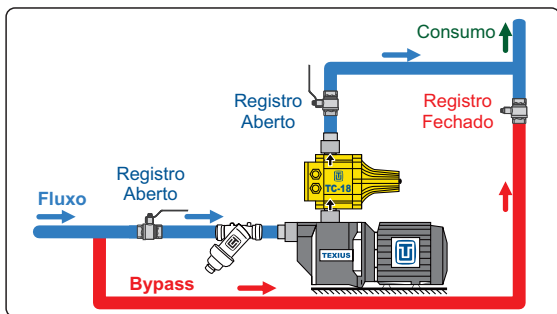

Figura 2 - Instalação em sistema de By-pass
5.11 Instalar o pressurizador em sistema de by-pass (figura 2). Os registros localizados na sucção e recalque da bomba devem ficar sempre abertos e o registro do *by-pass* deve ficar sempre fechado. Se essas condições não forem atendidas, o pressurizador não irá desligar, pois a água ficará recirculando pelo *by-pass*.